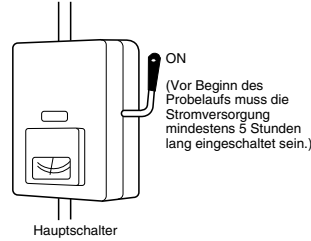

Abb. 7-1
- (1) Alle Restmaterialien, insbesondere Metallspäne, Drahtstücke und Klammern, wurden aus dem Gehäuse entfernt.
- (2) Die Steuerkabel wurden korrekt angeschlossen, und alle elektrischen Anschlüsse sind fest verbunden.
- (3) Die Transport-Schutzdistanzstücke für den Kompressor wurden entfernt. Wenn dies nicht der Fall ist, müssen sie nun entfernt werden.
- (4) Die Transportsicherungen des Inneneinheits-Gebläses wurden entfernt. Wenn dies nicht der Fall ist, müssen sie nun entfernt werden.
- (5) Die Stromversorgung zur Einheit wurde mindestens 5 Stunden vor dem Starten des Kompressors eingeschaltet. Die Unterseite des Kompressors sollte sich erwärmt haben, und das Kurbelgehäuse-Heizelement in der Nähe der Kompressorstützen sollte sich heiß anfühlen. (Abb. 7-1)